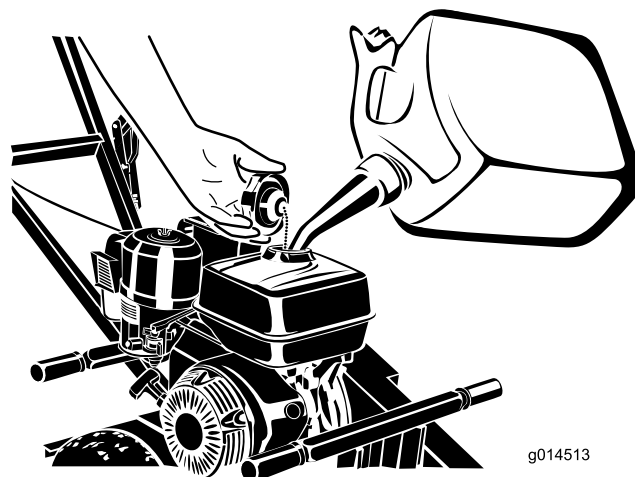

Figura 8
3. Pulite l'area attorno al tappo del serbatoio del carburante e rimuovetela (**Figura 8**).